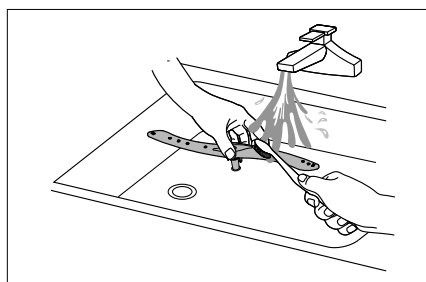

Fig. 23
- ▶ Nettoyez le bras d'aspersion (1) à l'eau courante et vérifiez que les ouvertures ne sont pas bouchées (voir **fig. 23**). Remettez ensuite le bras d'aspersion en place dans l'appareil.